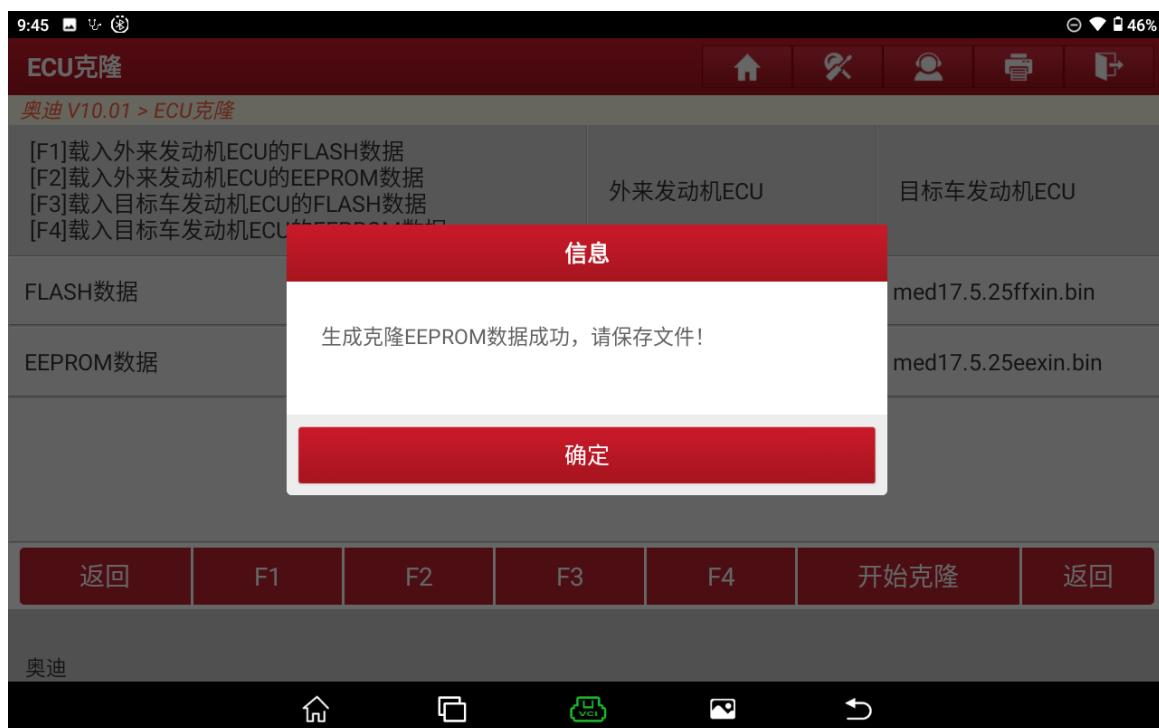

图 47
47. 生成克隆 EEPROM 数据成功选择“确定”如图 47;